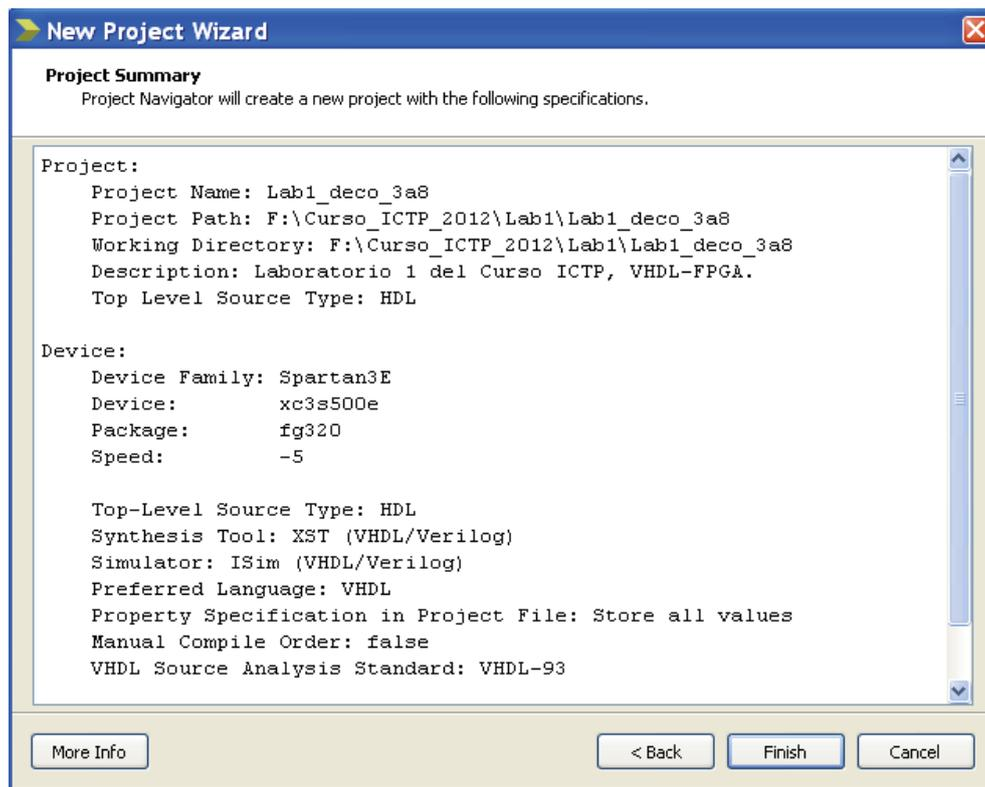

Figura 6 - Resumen de la configuración del proyecto
- e. Al hacer click en *Next*, una ventana resumiendo la configuración del proyecto es mostrada tal como se detalla en Figura 6.